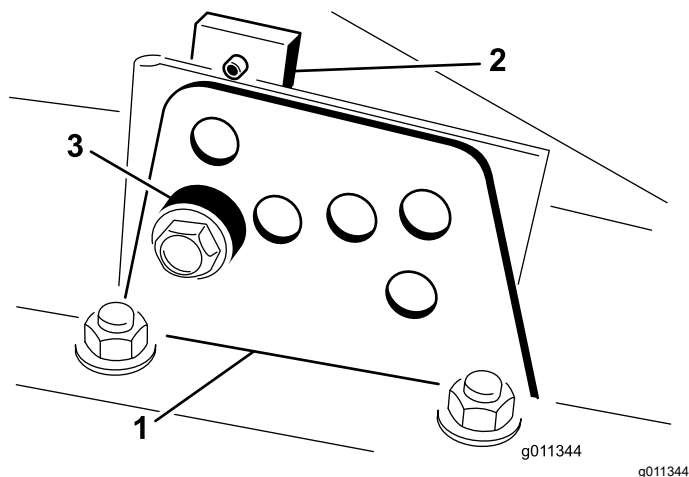

图 21
2. 拧松将各剪草高度支架固定至剪草高度板的螺栓前面和两侧如 图 21 所示。
4. 在支撑起切割腔的同时取出隔片 (图 21)。